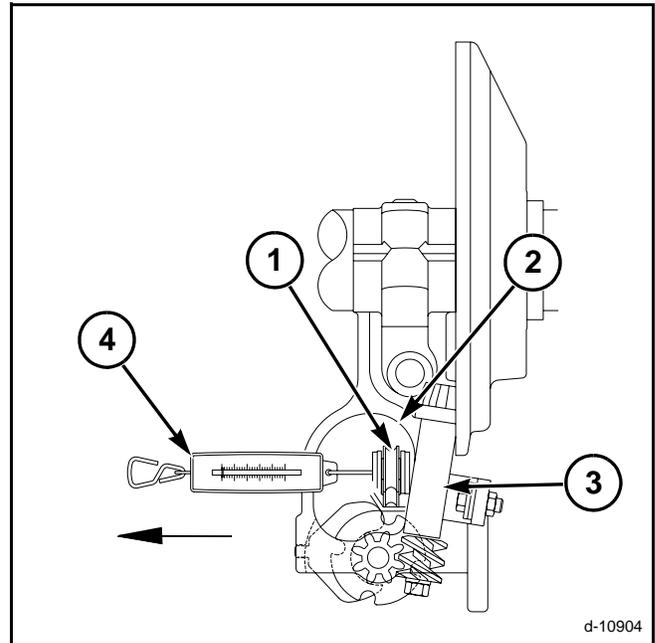

FIG. 72
FIG. 72: Haga que otra persona gire el volante hasta que la punta de la aguja (1) esté al nivel del bastidor del anudador (2). La aguja debe tocar ligeramente el bastidor del anudador o en el engranaje de la podadora (3). Conecte una balanza de resorte (4) a la aguja y tire de la aguja hacia el lado. La aguja debe perder contacto con el bastidor del anudador cuando la lectura de la balanza de resorte sea de 13 a 31 N (3 a 7 lbs). Si el ajuste no es correcto, doble la aguja.